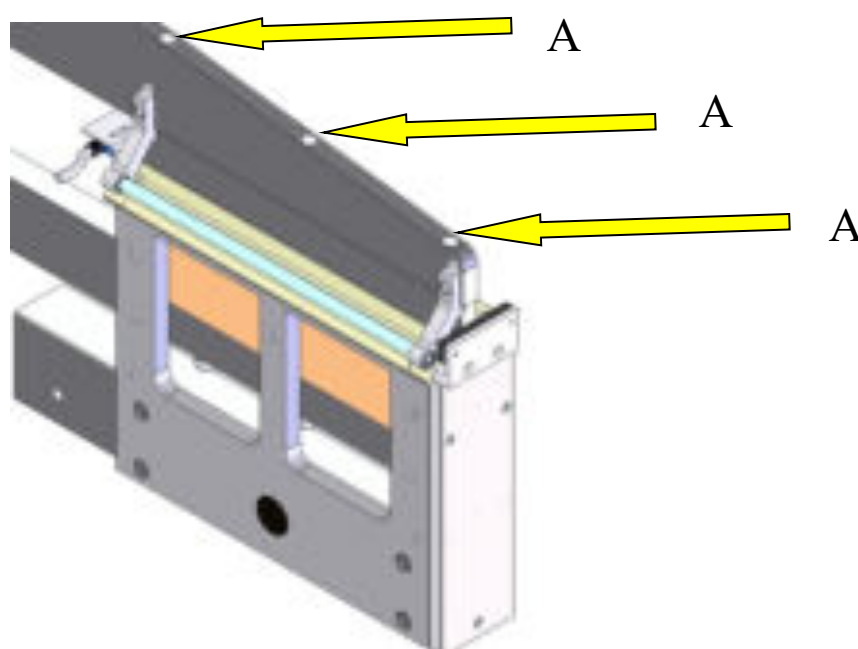

Figure 4
- En cas de décentrage desserrer les 3 vis de blocage (**fig. 4, Réf. A**), centrer le guide de contraste et visser les vis.